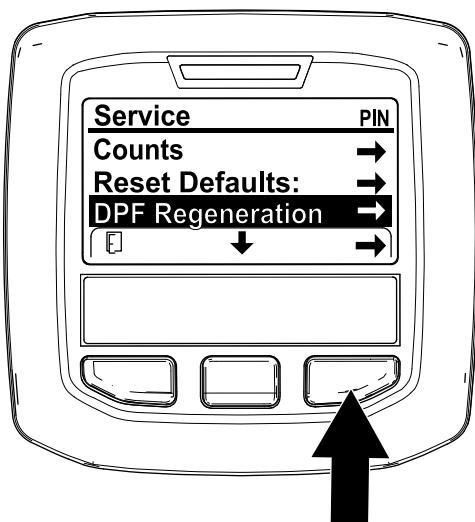

Figura 58
- Vaya al menú Mantenimiento, y pulse el botón central para desplazarse hacia abajo a la opción REGENERACIÓN DEL DPF (Figura 58).
- Pulse el botón derecho para seleccionar la opción Regeneración del DPF (Figura 58).